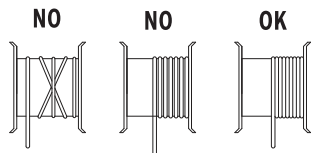

FIG.6
3. Para jalar el cable, tome el gancho elevador y jale alejándolo del polipasto a la vez que presiona la parte inferior del interruptor de potencia. **ADVERTENCIA** Siempre debe mantener tensado el cable de acero para asegurar que se enrolla correctamente, de lo contrario provocara que el cable se enrede y se dañe. Nota: Cuando el cable es operado sin carga es suficiente con tensar el cable con la mano (FIG.6).